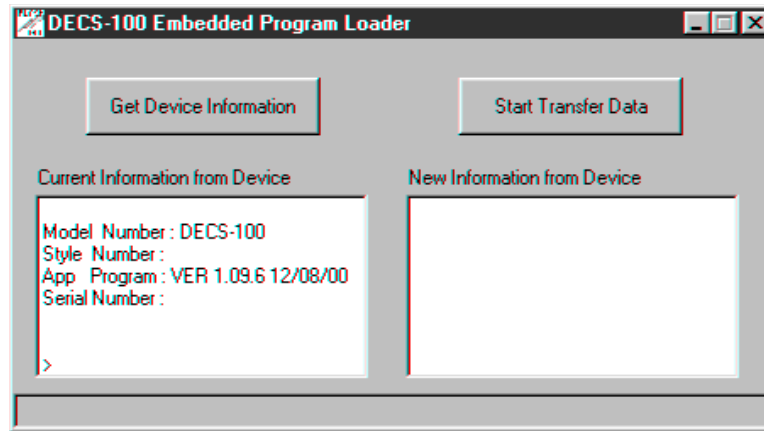

Figura 5-23. Informazioni sul sistema DECS-100 recuperate
4. Fare clic sul pulsante **Get Device Information** (Acquisisci informazioni sul dispositivo). Il DECS-100 Embedded Program Loader (Strumento di caricamento del programma integrato per il sistema DECS-100) recupera e visualizza numero modello, numero stile, numero di serie e numero di versione del programma applicativo del sistema DECS-100 nella colonna sinistra (Figura 5-23).